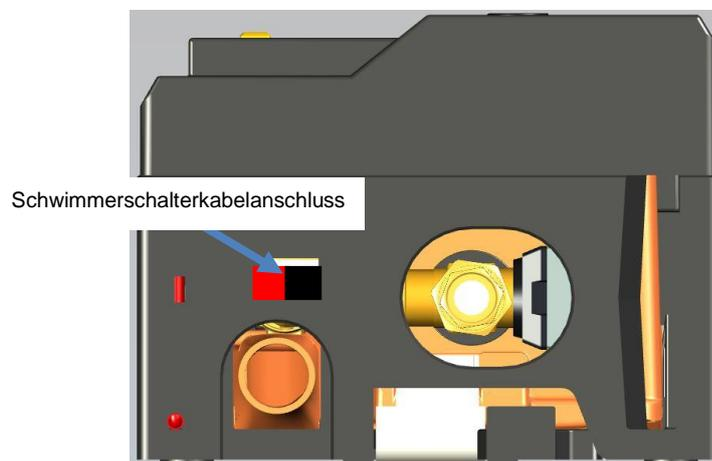

Abbildung 14: Schwimmerschalterkabelanschluss
- Je eins, der zwei abisolierten Enden des Kabels in einen Klemmkontakt des Gerätes einführen, siehe Abbildung 14.